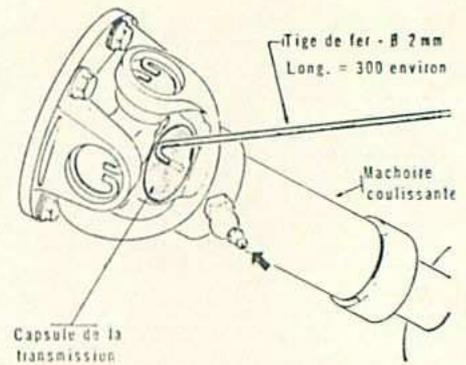

Fig. 45. — Opération préliminaire avant graissage d'une transmission.
- Utiliser une tige de fer préparée conformément au dessin (fig. 45).